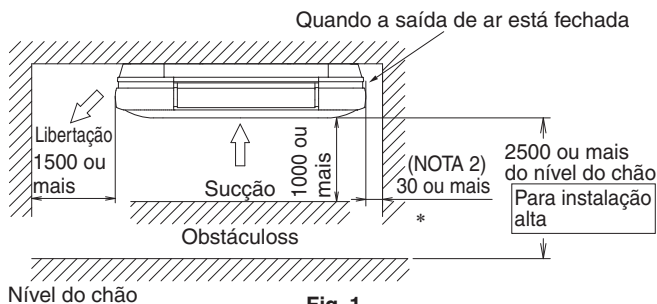
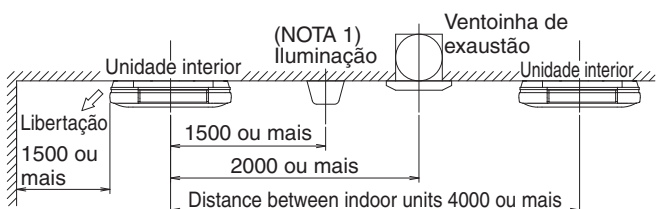

Fig. 1
Fig. 2
(1) Selecione o local de instalação que se adequa às seguintes condições e obtenha a aprovação do cliente.
- Onde for assegurado espaço suficiente para instalação e serviço. **(Consulte a Fig. 1 e a Fig. 2)**